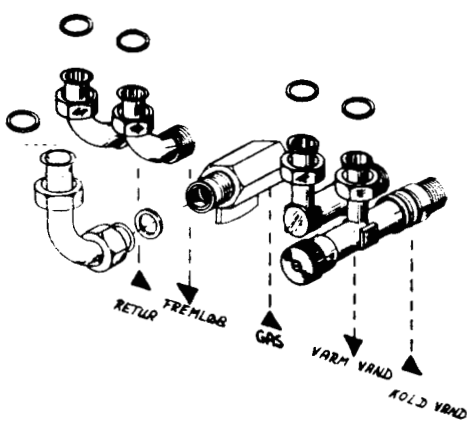
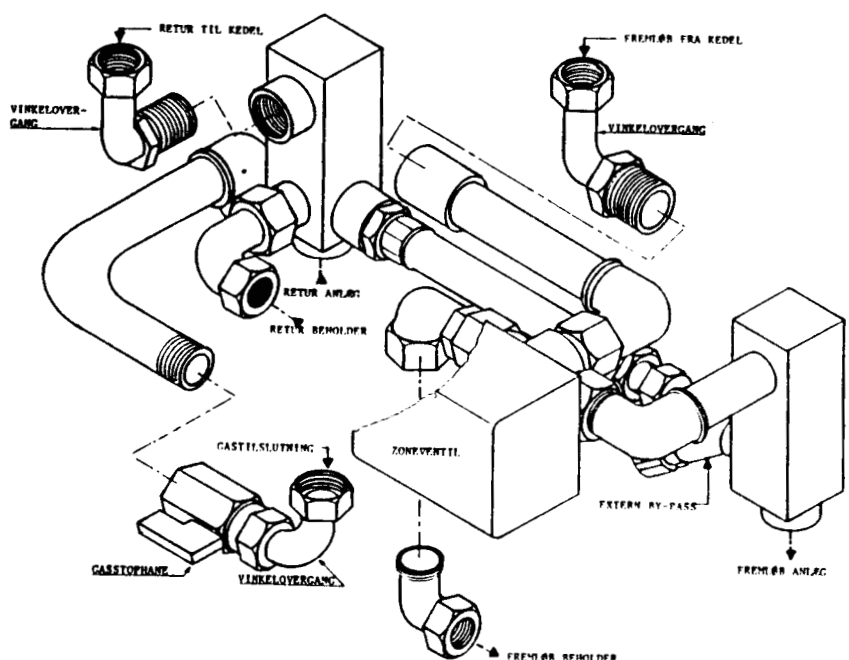

Fig. 10.
Fig. 11
Ved montering af QF 60 kan beholderen monteres til højre eller venstre efter ønske. Rørføringen er forberedt for begge muligheder se side 9. (Fig. 11).
(Se fig. 10 900 A og fig. 11 900 B).
N.B. Der kan som ekstra udstyr, i forbindelse med Vølund 900 B og QF 60 bestilles et komp. rørsæt med indbygget by-pass. (fig. 11 side 9).